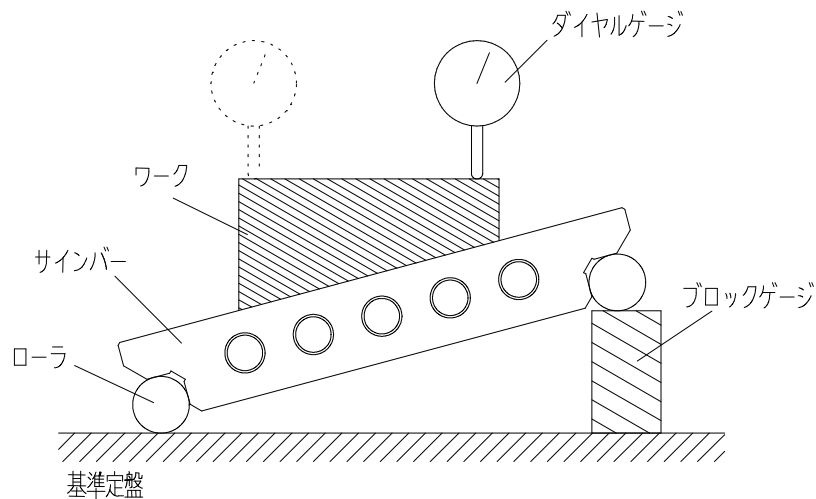

図1
- ① サインバー上面及びローラ等をきれいに拭き、定盤に載せる。
- ② ブロックゲージを角度の寸法にリンギングさせて取り付ける。
- ③ ワークをきれいに拭き、サインバーに載せる。
- ④ サインバーを持ち上げ、ブロックゲージをサインバーの下側に入れる。(図 1)
- ③ 取付け穴を利用してサインバーを取付け台に軽く取り付ける。